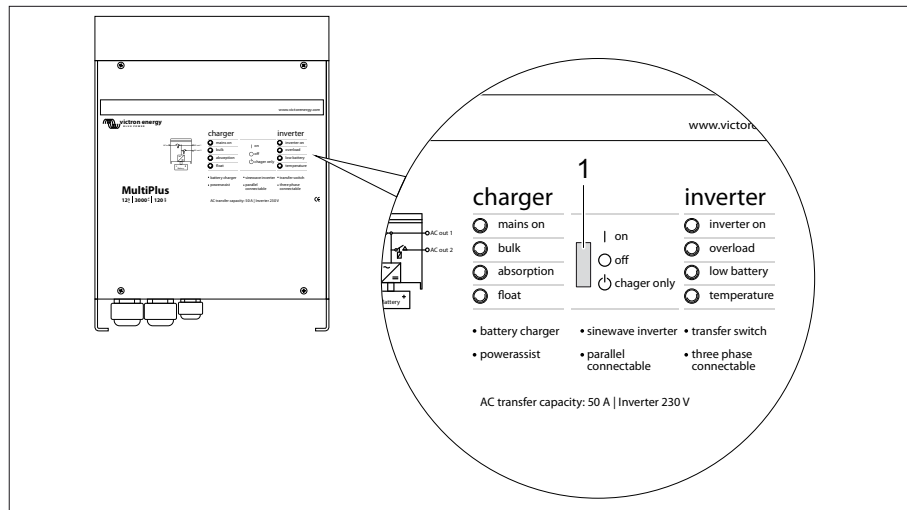

Fig. 260 Onduleur MultiPlus
Pour le fonctionnement correct du panneau Digital Multi Control, l'interrupteur basculant sur l'onduleur MultiPlus (Fig. 260,1) doit se trouver sur "on".
Positions de l'interrupteur basculant (Fig. 260,1)
- ▷ Si aucun raccordement 230 V n'est établi et que le véhicule n'est plus utilisé, l'interrupteur basculant (Fig. 260, 1) doit se trouver sur "off". Sinon, il est possible que les batteries soient déchargées au plus tard après 3-4 jours.